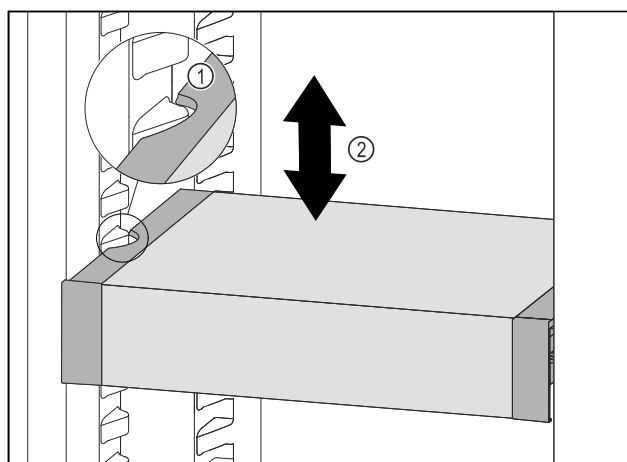

Fig. 86
- ▶ VarioSafe w chłodziarce przesunąć w górę lub w dół, aż zostanie osiągnięta żądana wysokość. Fig. 86 (2)